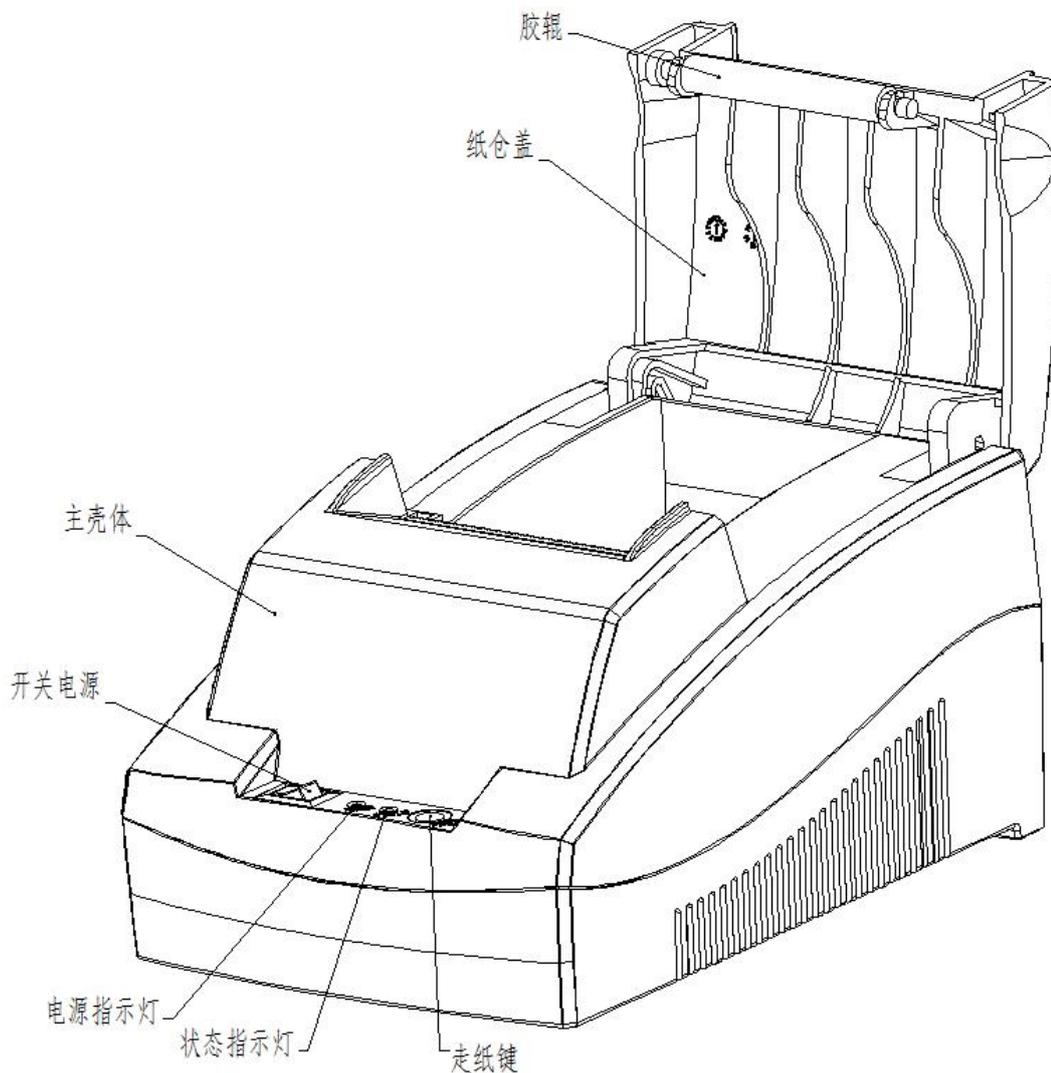
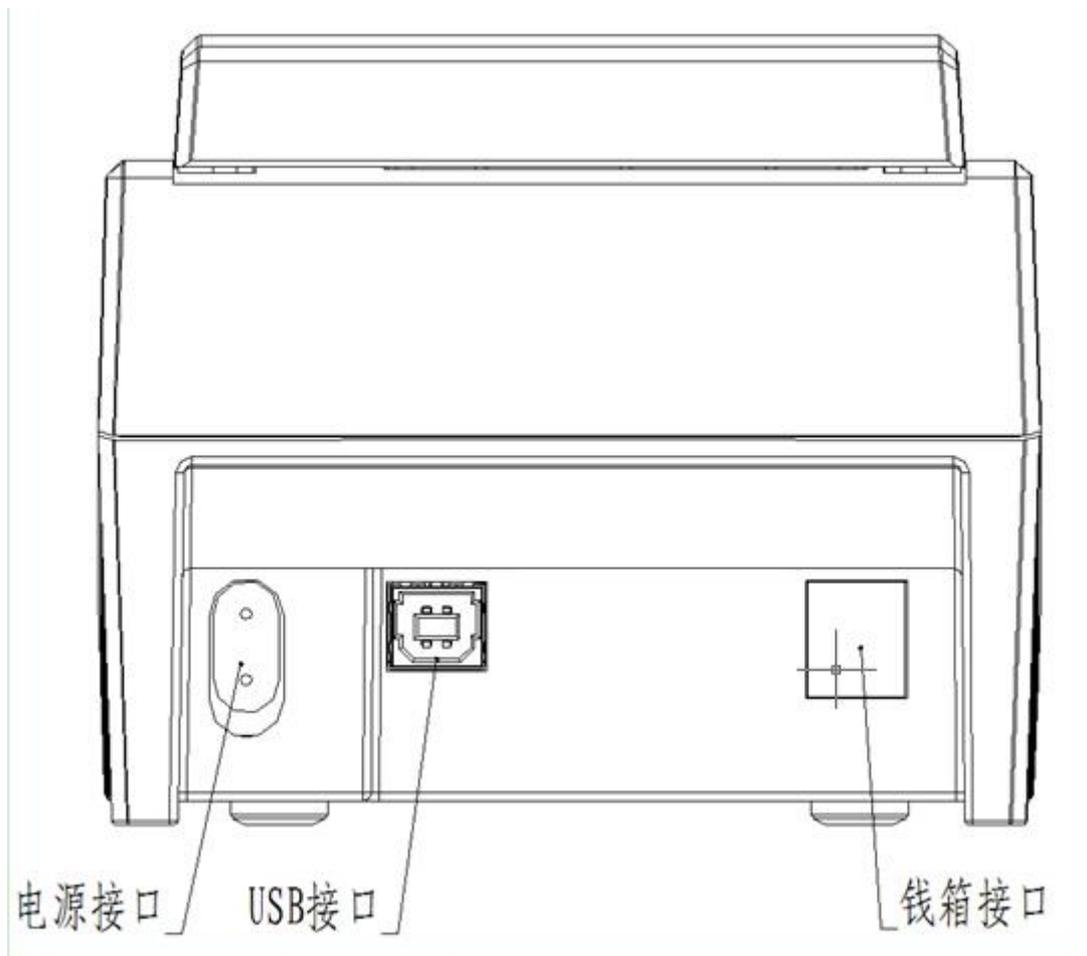

图 2-1-1 打印机外型
图 2-1-2 打印机外型（后视图）
打印机外型 如图 2-1-1，图 2-1-2。
- 1、当机头内无纸时，请不要按【FEED】键，以免影响打印头寿命。如图 2-1-1，捏住纸仓盖向上拉，即可开门换纸。